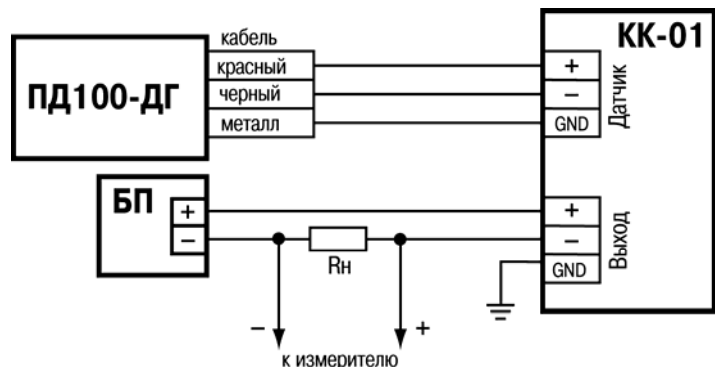

Рисунок 4.1 - Схемы соединения КК-01
- продеть кабель датчика ПД100-ДГ через нижний кабельный ввод 3 и закрепить провода кабеля на плате 4 в винтовом разьеме «Датчик» в соответствии со схемой (см. рисунок 4.1);
- продеть сигнальный кабель через боковой кабельный ввод 5 и закрепить провода в винтовом разьеме «Выход» в соответствии со схемой (см. рисунок 4.1) и затянуть гайку кабельного ввода 5;